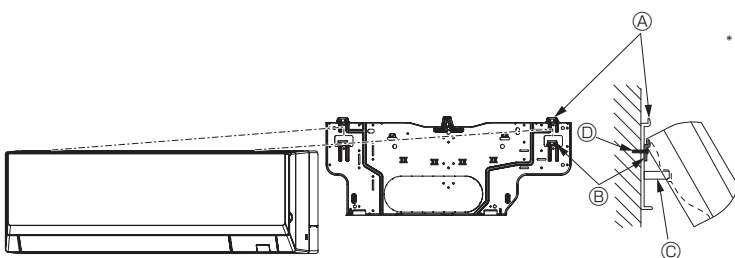

Fig. 3-12
• Եթե չի ստացվում ներքին բլոկը կախել և բարձրացնել հիմնական կեռիկով (2.1.-ի ②-ի չափը (առաստաղի և բլոկի միջև ընկած հեռավորությունը) 75 մմ է կամ ավելի քիչ), կախեք բլոկը ձախակողմյան խողովակի համար նախատեսված ստորին կեռիկից: (Fig. 3-12)
(Fig. 3-12)